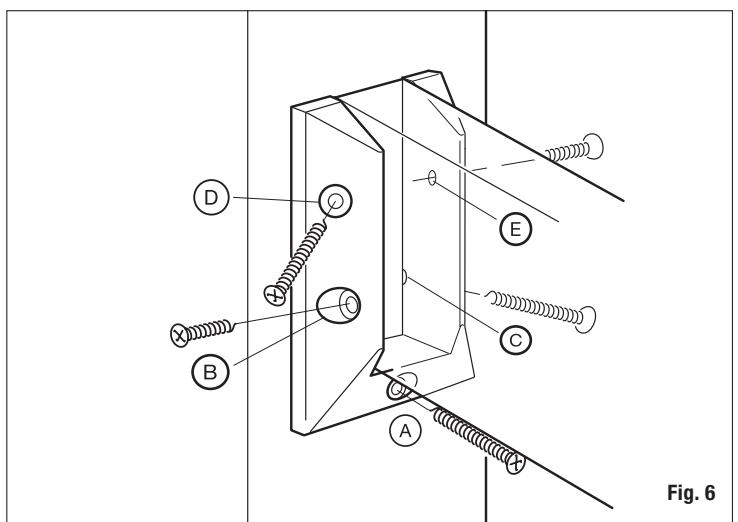

Fig. 6
- Coloca tu barandilla de cerca en su lugar para asegurar una correcta ubicación del soporte. Inserta y fija los tornillos de soporte de barandilla de 1" a través de los orificios B y E para unir firmemente la barandilla y el soporte (Fig. 6). Repite los pasos para los soportes y la barandilla superior.
- Inserta y fija los tornillos de soporte de barandilla de 2" a través de los orificios D y C para terminar de fijar tu sistema de barandillas al poste (Fig. 6). Repite los pasos en el siguiente poste de cerca.